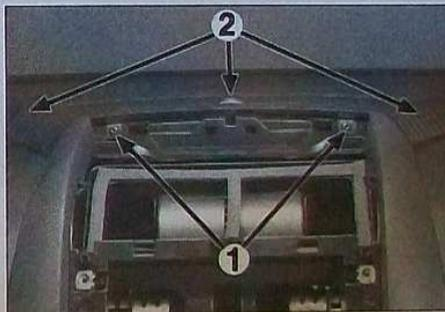

FIG. 17
Déposer les fixations (1) et la grille centrale et de coté de dégivrage du pare-brise (2) (Fig.17).